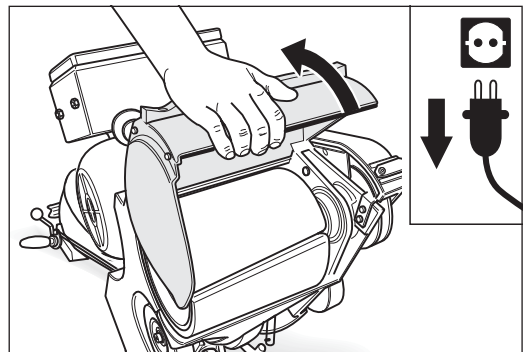

Abb. 30 Den Walzendeckel nach oben klappen.
- 5 Klappen Sie den Walzendeckel an der Vorderseite des Maschinengehäuses nach oben (Abb. 30).